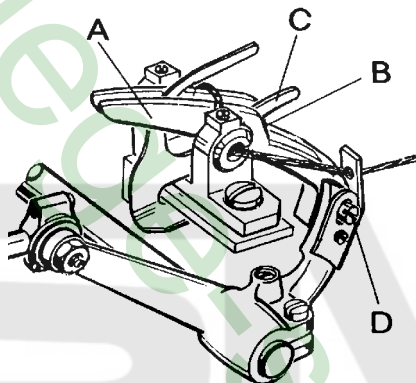

Fig. 23
On the two thread double locked stitch machines, the height of the looper thread take-up (A, Fig. 23) is set so that the cast-off hook (C) forces the looper thread over the corner (B) of the looper thread take-up (A) at the time the point of the descending needle is flush with the lower edge of looper or projects up to 1 mm (0.040 in.) below the lower edge of looper.
For setting the looper thread take-up loosen screw (D, Fig. 23). When the needle point is positioned above the lower edge of looper, the looper thread take-up (A) has to be raised accordingly. When the needle point is positioned more than 1 mm (.040 in.) below the lower edge of looper the looper thread take-up (A) has to be lowered accordingly. Retighten screw (D).
Bei den Zweifaden-Doppelkettenstich-Nähmaschinen wird die Höhe des Greiferfadenaufnehmers (A, Fig. 23) so eingestellt, daß der Greiferfadenabzugshaken (C) den Greiferfaden zu dem Zeitpunkt über die Ecke (B) am Greiferfadenaufnehmer (A) abwirft, wenn die Spitze der sich nach unten bewegenden Nadel mit der Unterkante des Greifers bündig ist oder bis zu 1 mm unterhalb der Greiferunterkante steht.
Zur Einstellung des Greiferfadenaufnehmers lösen Sie die Schraube (D, Fig. 23). Steht die Nadelspitze oberhalb der Greiferunterkante, muß der Greiferfadenaufnehmer (A) entsprechend höher gestellt werden. Steht die Nadelspitze mehr als 1 mm unter der Greiferunterkante, muß der Greiferfadenaufnehmer entsprechend tiefer gestellt werden. Ziehen Sie die Schraube (D) wieder an.